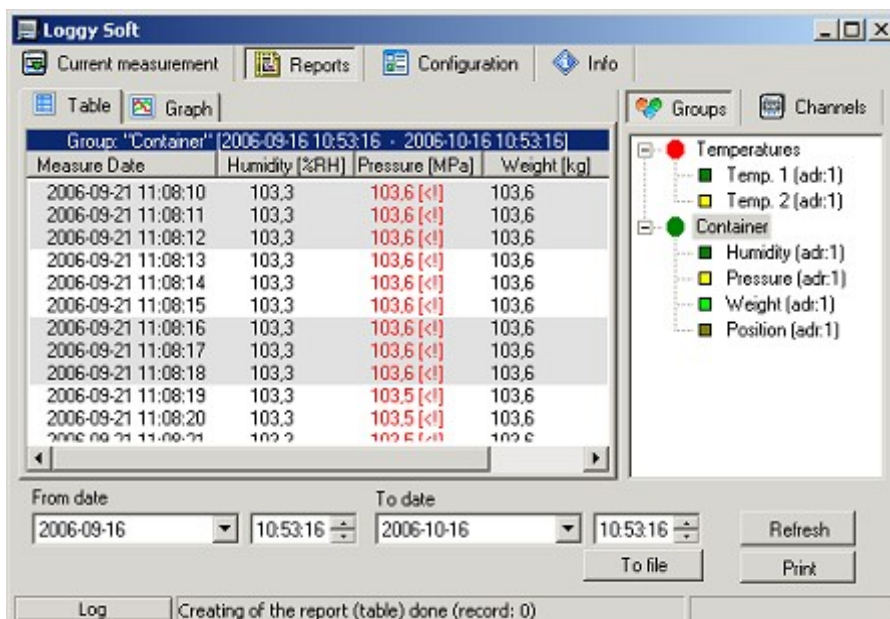

Fig. 3.3. Menú Informes
La Pestaña **Tabla** (Fig. 3.3) se utiliza para imprimir información relacionada con las medidas grabadas (por ejemplo, temperatura, humedad) en forma de tabla para uno de los grupos o para un canal de medida en particular seleccionado por el usuario (para más información sobre los grupos véase la sección 3.3.2). Esta pestaña también permite la exportación de datos a archivos formato texto. El archivo exportado tiene un formato que permite la transferencia de los datos a una hoja de cálculo. Una tabla que consiste en columnas que contienen los datos de medida y el valor (para un canal o un grupo de canales) se muestra en el centro de la pestaña. Los elementos que permanecen en la **pestaña** son:
- haga clic en la pestaña apropiada de Grupos o canales (Fig. 3.3),